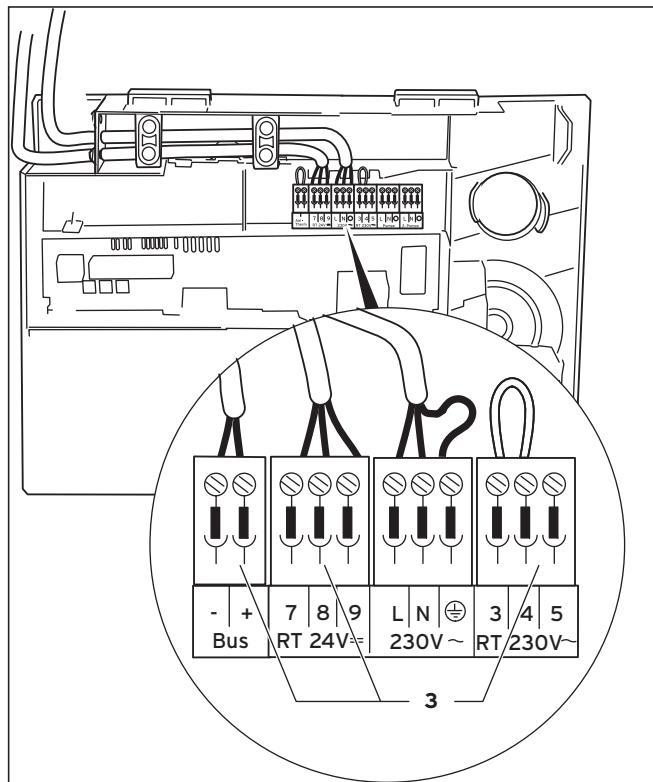

Fig. 5.7 Raccordement d'une régulation soumise aux conditions atmosphériques
- Posez les câbles requis jusqu'au bornier du boîtier de commande, comme illustré sur la Fig. 5.7.
- Branchez les câbles de raccordement conformément à la fig. 5.7 sur les connecteurs ou les emplacements d'enfichage ProE (3).